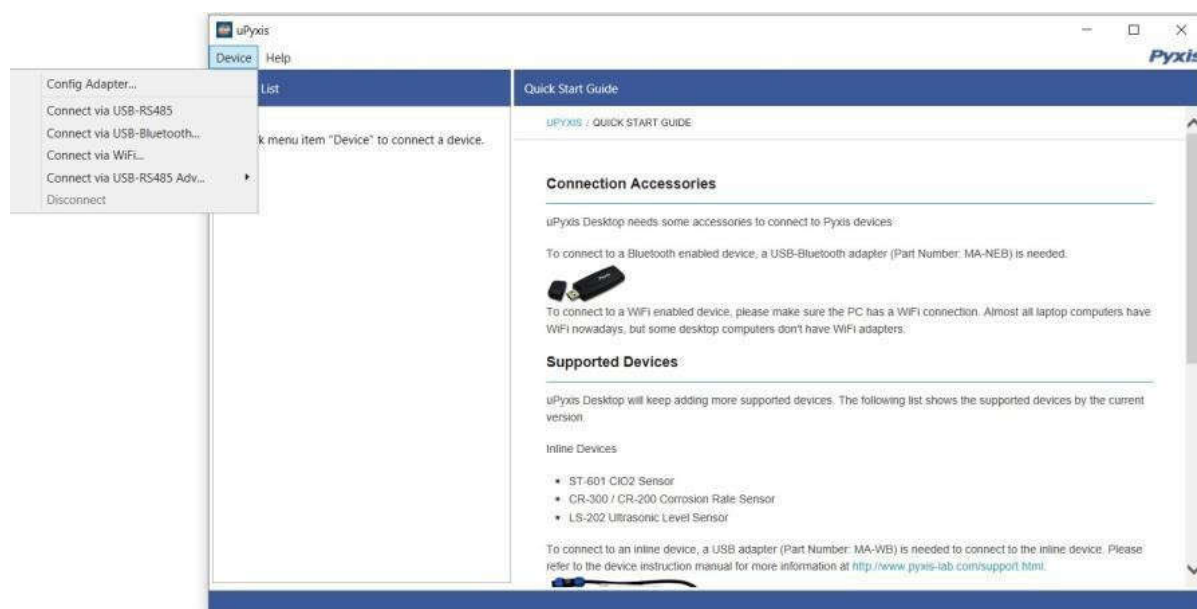

图 29.
4. 在 uPyxis® 桌面客户端中, 点击 Device → **Connect via USB-Bluetooth** (图29)。
5. 如果连接成功, uPyxis®窗口左侧将显示SP-200传感器图像及其序列号 (SN)。